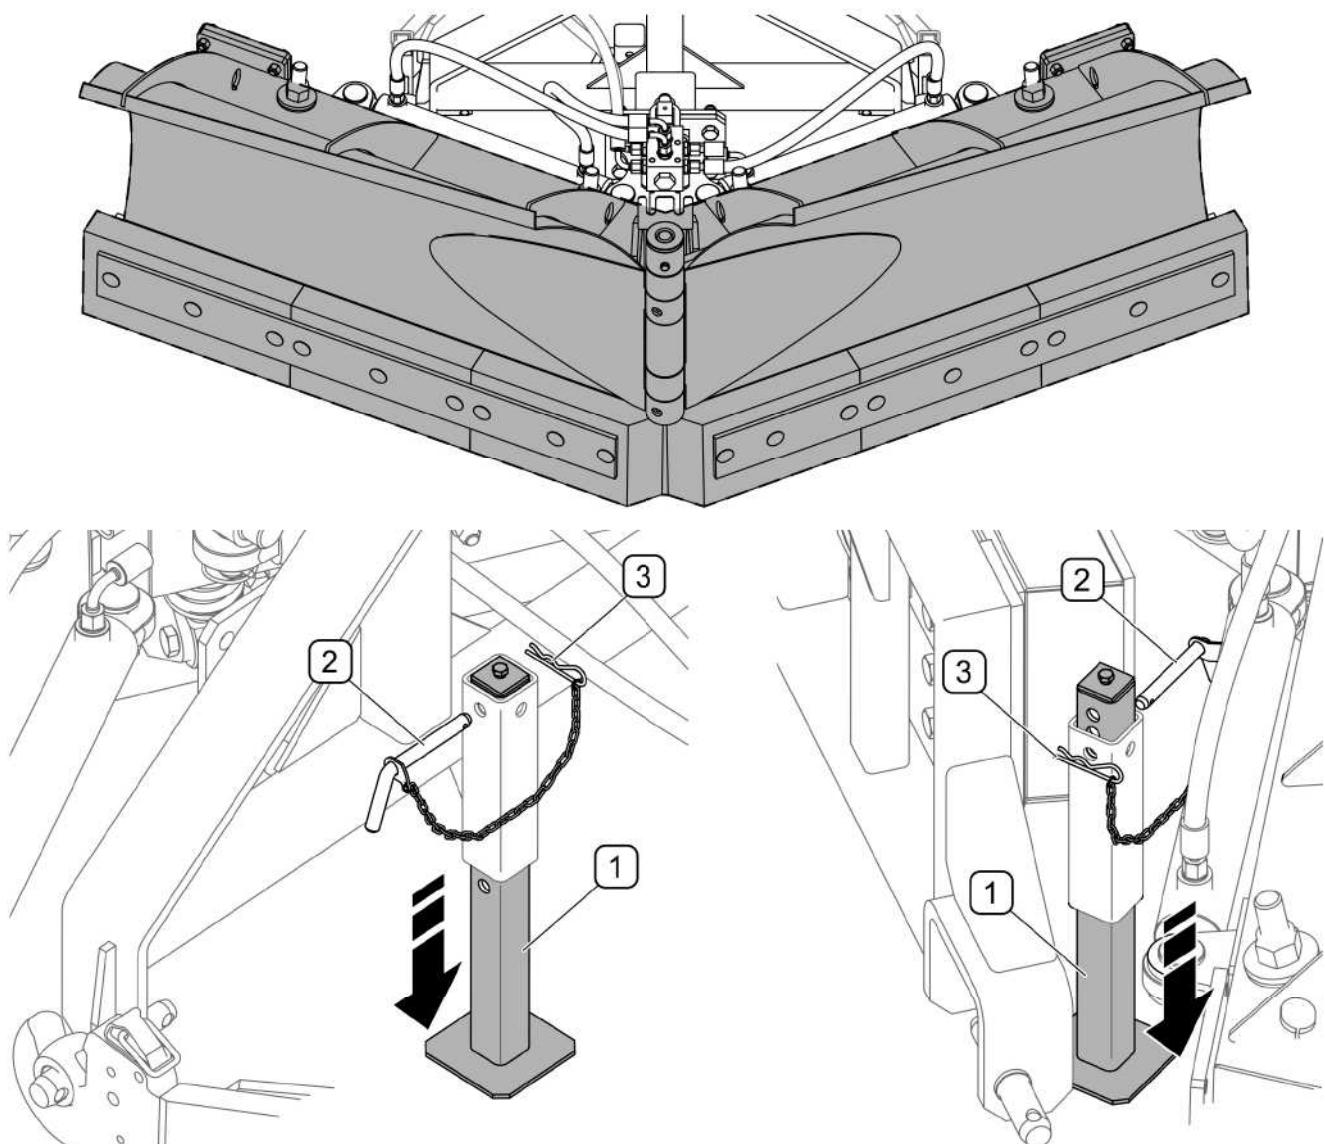
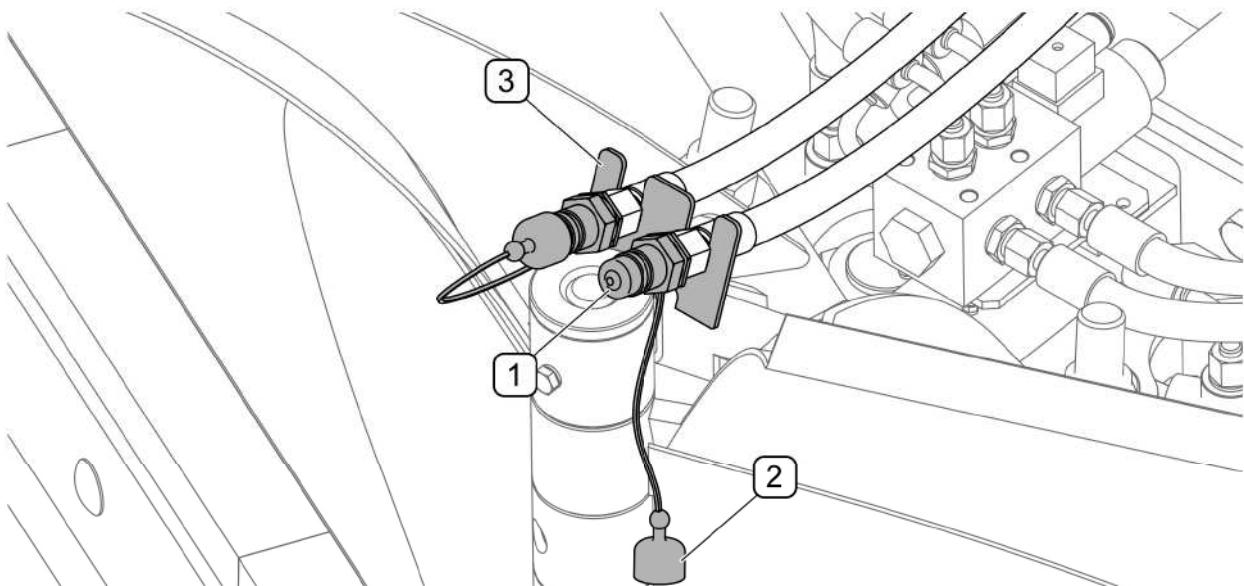

РИСУНОК 4.11 Отсоединение от трактора
РИСУНОК 4.12Предохранение штекеров гидропроводов
- развернуть отвалы плуга назад (РИСУНОК 4.11)
- вынуть чеку (3) и шплинт (2), опустить стояночную опору (1) (если имеется), установить на нужной высоте и заблокировать,
- закрыть колпачками штекеры быстроразъемных соединений и поместить на специальный кронштейн на раме (РИСУНОК 4.12),